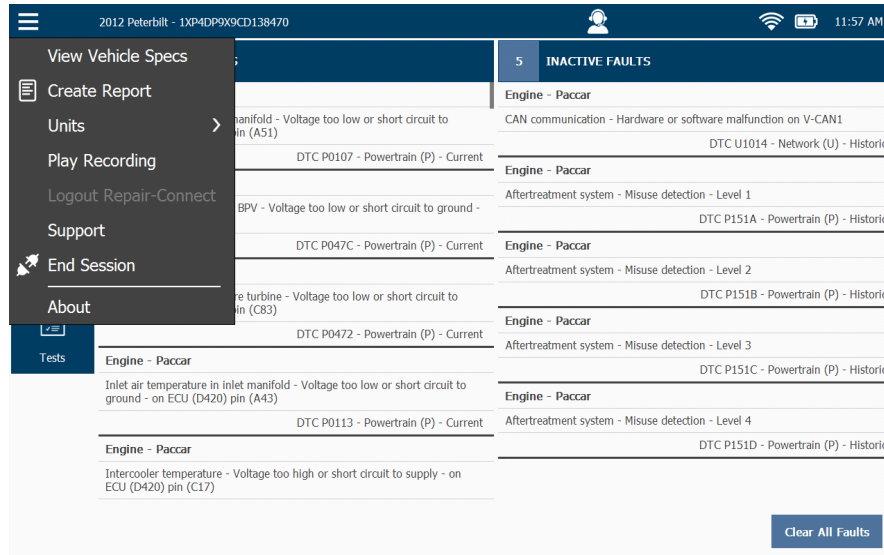

Figura 4.41 Menú de Diagnóstico
- 18** Toque la **flecha atrás** para regresar al Menú de Diagnóstico (Figura 4.41).